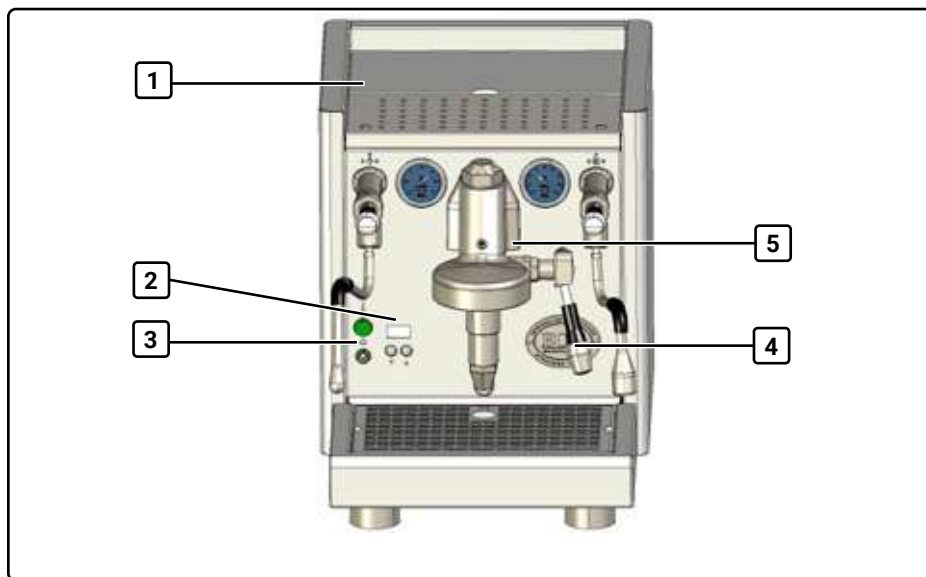

Abb. 8 Abbildung Vorderseite
1. Wassertankklappe öffnen (1, Abb. 8) und Wassertank entnehmen und gründlich reinigen (siehe Kapitel 11.5, „Wassertank reinigen“).
4. Maschine mit dem Ein-/Aus-Kippschalter (3, Abb. 8) einschalten.
1. Gefäß unter die Brühgruppe (5, Abb. 8) stellen. Die Öffnung des Gefäßes sollte mindestens so groß sein wie die Brühgruppe.
2. Brühhebel (4, Abb. 8) in die Bezugsstellung bringen (siehe Kapitel 5.2.3, „Bedienhebel“)
2. Maschine mit dem Ein-/Aus-Kippschalter (3, Abb. 8) einschalten.